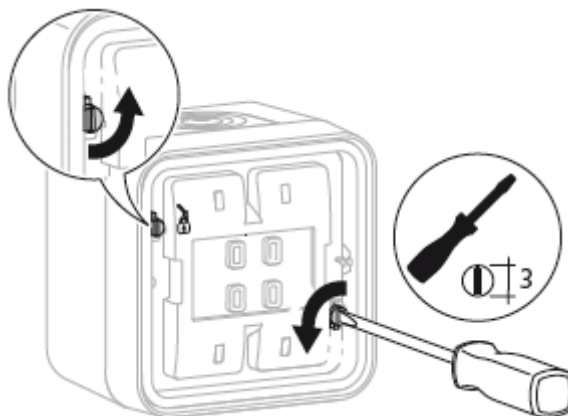

Bild 2
- Bajonett-Schnellverschlüsse (8) mit dem Schraubendreher durch ¼-Drehung nach links entriegeln (Bild 2).
- Rahmen mit Dichtung vom Gehäuse-Unterteil (5) abnehmen.